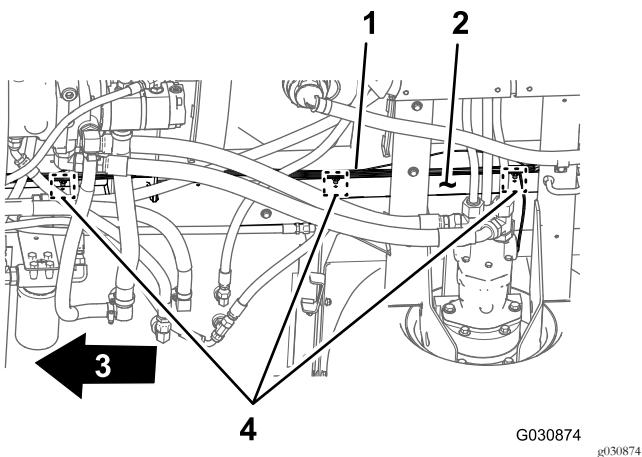

Figura 103
3. Passe a secção com 168 cm da cablagem elétrica para a frente ao longo do tubo da estrutura direita (Figura 103).
4. Insira os fixadores de pressão da seção com 168 cm da cablagem traseira nos orifícios no tubo da estrutura direita (**Figura 103**) onde existiam os fixadores de pressão da cablagem velha que foram removidos; consulte o passo 3 em Desligar a cablagem dianteira e traseira (página 11).